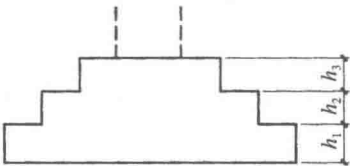

图 1-1 阶形截面普通独立基础竖向尺寸
①普通独立基础（包括单柱独基和多柱独基）。
a. 阶形截面。当基础为阶形截面时，注写方式为“ $h_1/h_2/\cdots$ ”，如图 1-1 所示。当基础为单阶时，其竖向尺寸仅为一个，且为基础总厚度 h_1 ，如图 1-2 所示。